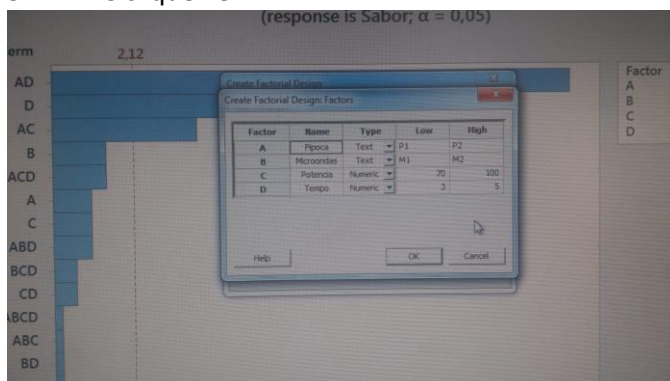

Figura 4 – Janela do Box “Factors”.
- 4- Ao clicar “OK” volta para a janela “Create Factorial Design...”. Clicar agora no Box “Factors”. Vai abrir a Janela do Box “Factors” da Figura 4 abaixo. Nela vamos descrever e qualificar nossas 4 variáveis independentes. No nosso caso: Marca da Pipoca, Marca do Microondas, Potencia, Tempo. Sendo Pipoca e Microondas do tipo “Text” e só assumem dois valores, Marca da Pipoca (P1 ou P2), e Marca do Microondas (M1 ou M2). No caso da Potência e Tempo serão do tipo “Numeric” e poderão variar de um valor mínimo até um máximo, sendo Potência de 70 a 100%, e Tempo de 3 a 5 min. <e clique “OK”>.